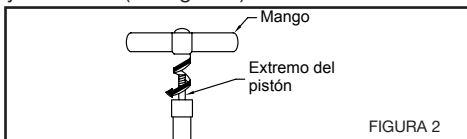

FIGURA 2
1. Coloque el mango sobre el extremo del pistón y atorníllelo (Ver figura 2).